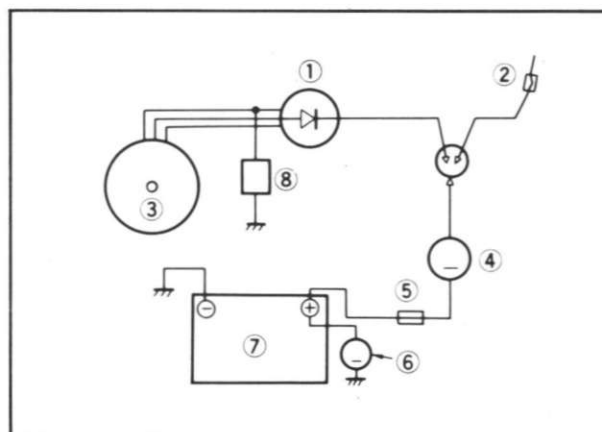

Fig. 5-31
2. Connect a D.C. ammeter (of about 5A) as shown in Fig. 5-31.
2. Raccorder un ampèremètre C.C. (d'environ 5A) comme indiqué à la Fig. 5-31.
2. Gleichstrom-Ampereometer (von ungefähr 5A), wie in der Abbildung 5-31 gezeigt, anschließen.